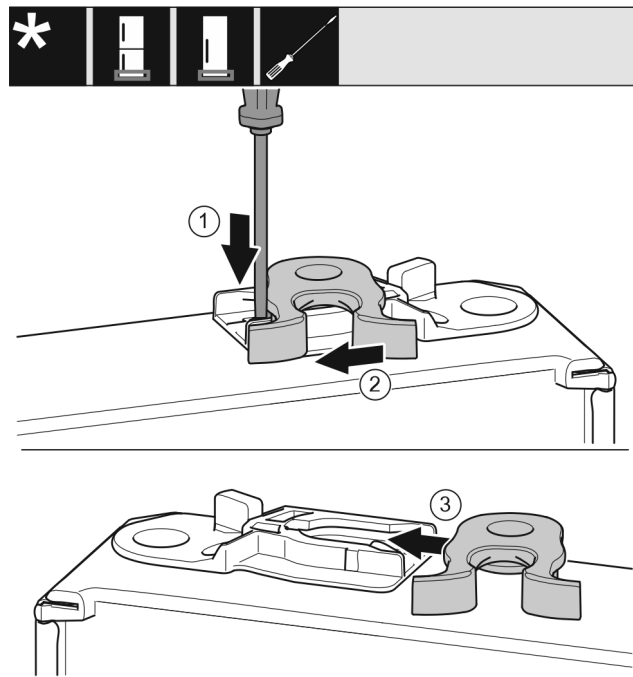

Fig. 51 *
- ▶ Lasche Fig. 51 (1) mit Schlitzschraubendreher nach unten drücken.*
- ▶ Schließhaken Fig. 51 (2) aus Führung ziehen.*
- ▶ Schließhaken Fig. 51 (3) auf anderer Seite in Führung schieben.*